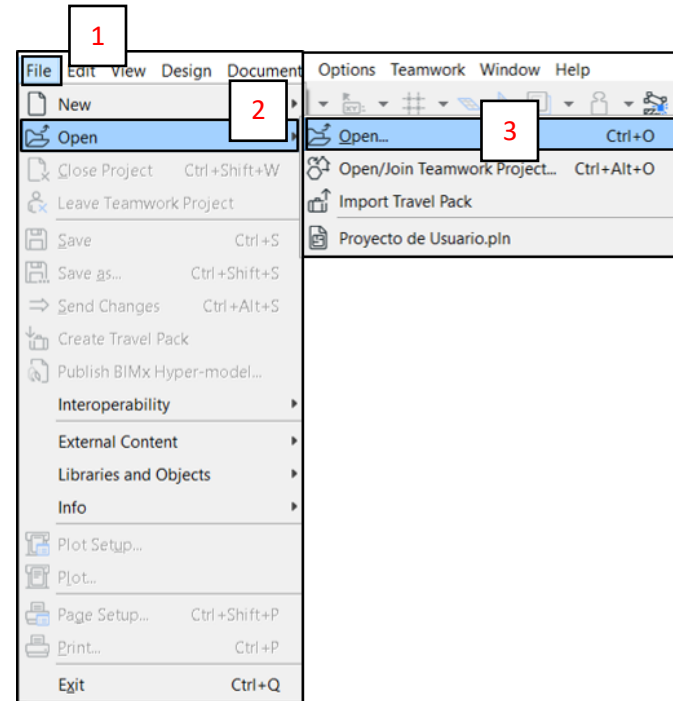

Fig. 1
- Ir a la *Barra de Menús*, **File** (1)> **Open** (2)> **Open** (3) y abrir el Archivo Descargable. (Fig. 1)